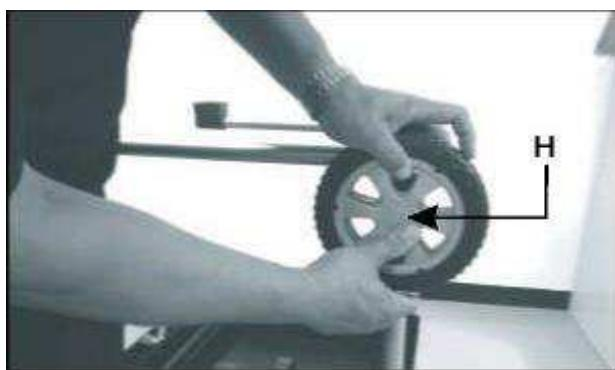

Abb. 1E
6. Stecken Sie zum Abschluss die Radabdeckung (H) auf die Mitte des Rades. (Abb. 1E)